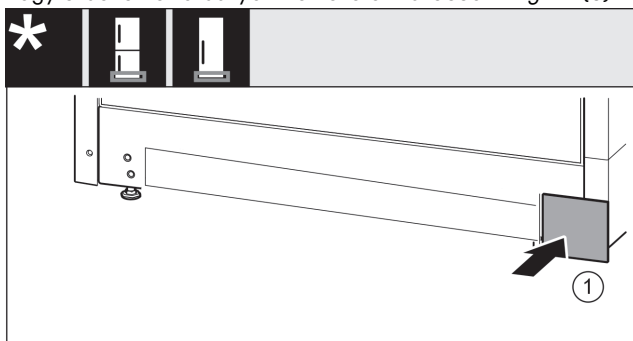

Fig. 15
- ▶ Tegye vissza a borítást a másik oldalra. Fig. 15 (1)